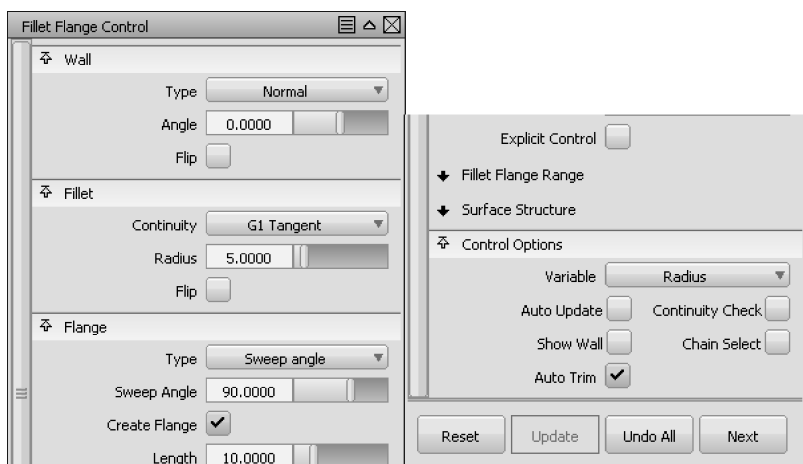

图 5-97 设置参数
- 44 在【Palette】（工具箱）【Surface】工具标签中，双击【Fillet flange】工具图标，打开其对话框。设置参数，在【Fillet】选项标签中，设置【Radius】为 5；在【Control Options】选项标签中，勾选【Auto Trim】选项，如图 5-97 所示。